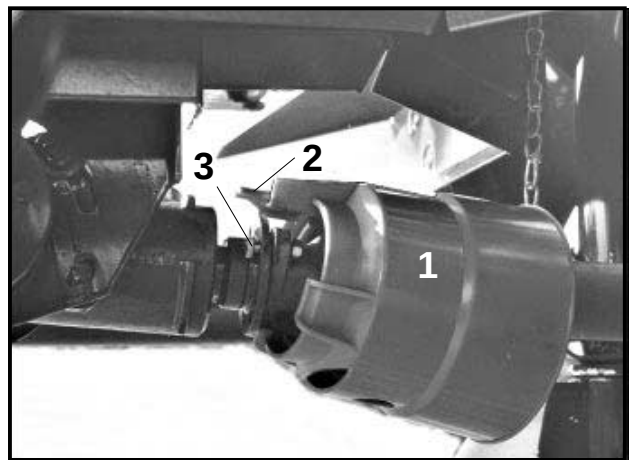

Fig. 5.4
- Zdjąć osłonę czaszy z szyjki napędu zgodnie z rys. 5.4.